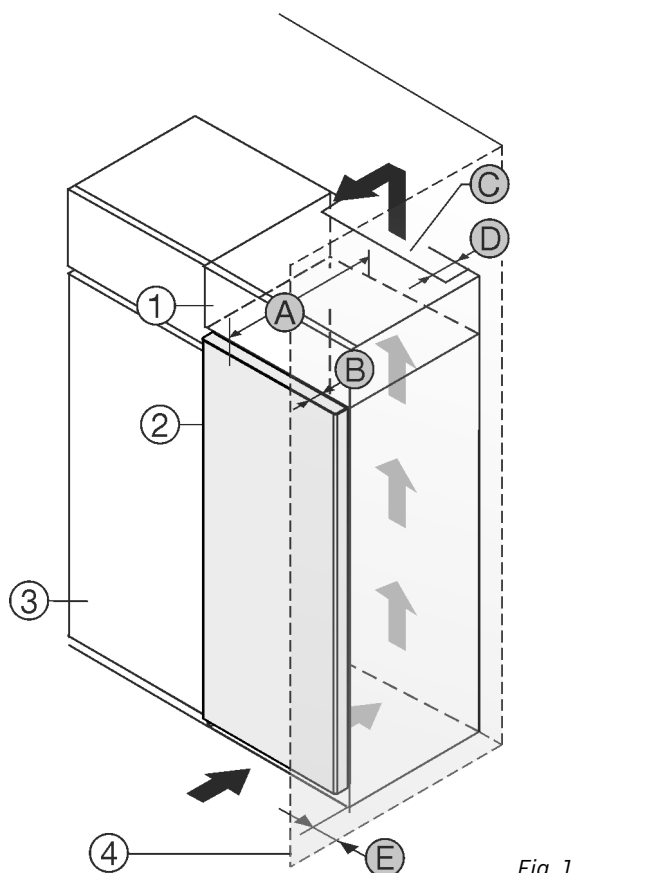

Fig. 1
Поставете уреда непосредствено до кухненския шкаф Fig. 1 (3).
От задната страна на шкафа-пристройка трябва да има вентилационен отвор с дълбочина Fig. 1 (D) по цялата ширина на шкафа-пристройка.
Под тавана на помещението трябва да е спазено сечението за вентилация Fig. 1 (C).
Когато уредът се поставя с пантите до стена Fig. 1 (4), разстоянието между уреда и стената трябва да е поне 13 mm.
Когато уредът се поставя с пантите до стена Fig. 1 (4), разстоянието между уреда и стената трябва да е поне 20 mm.
За да могат вратите да се отворят изцяло, уредът трябва да е издаден с дълбочината на вратата Fig. 1 (B) спрямо челото на кухненския шкаф. В зависимост от дълбочината на кухненските шкафове Fig. 1 (3) и използването на детайли за отстояние от стената, уредът може да излезе още по-напред.